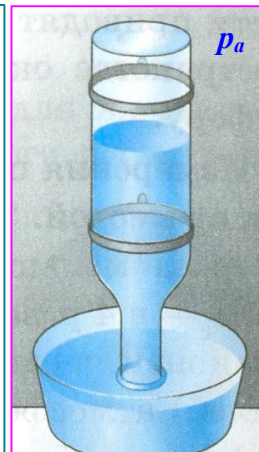

Рис. 50.3. Автопоилка для птиц.
3. Автоматическая поилка для птиц (рис. 50.3) состоит из бутылки, наполненной водой и опрокинутой в корытце так, что горлышко находится немного ниже уровня воды в корытце. Почему вода не выливается из бутылки? Если уровень воды в корытце понизится и горлышко бутылки выйдет из воды, часть воды из бутылки выльется. Почему?